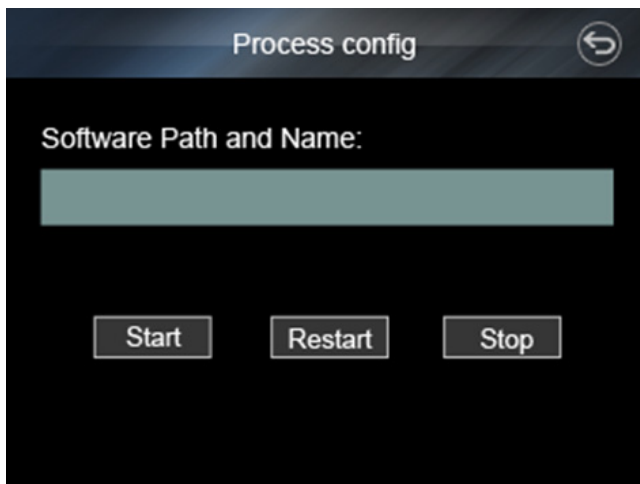

图 12 进程管理
- a、用户通过 LCM 屏的软键盘手动输入要执行或停止的程序，如图 12 所示：